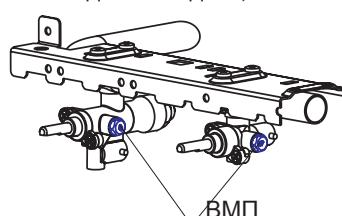

рис. 15
20.2. Проведение замены винтов малого пламени (ВМП) в кране-термостате и кранах горелок стола (рис. 15, 16):